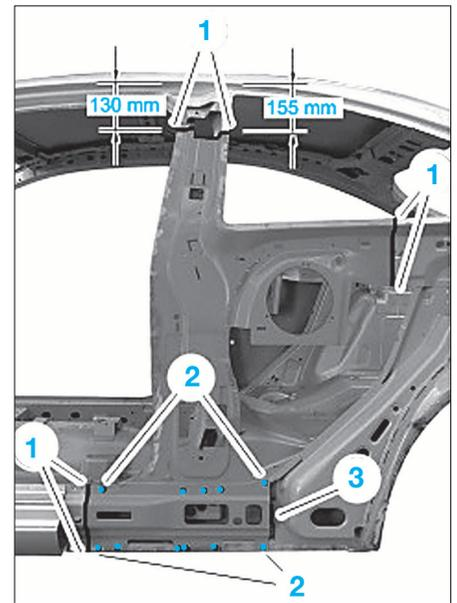
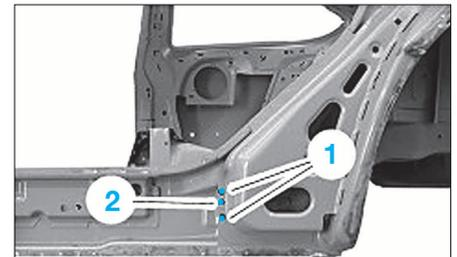

FIG. 49
FIG. 50
- Fraiser les points de soudure (2).
- Fraiser le point de soudure (3) et aléser à l'aide d'un foret de Ø10mm.
- Découper selon les lignes de coupe (1) (Fig.49) le renfort de pied milieu.
- Découper grossièrement le renfort de pied milieu selon la ligne de coupe (3).
- Fraiser à l'aide d'une fraise sphérique les points de soudure (1) (Fig.50).
- Fraiser le point de soudure (2) (trois épaisseurs de tôle).
- Percer les points (1) (Fig.50) afin de réassembler les tôles par bouchonnage (deux épaisseurs de tôle).